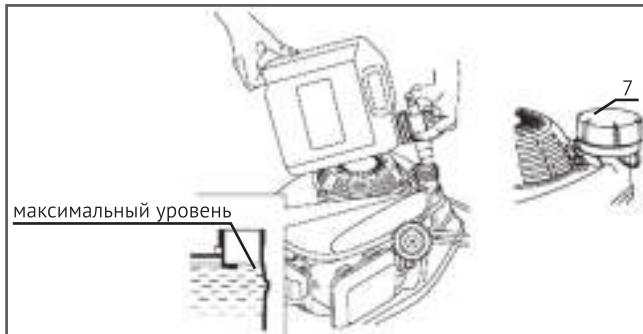

Рис.12
- Для заправки газонокосилки необходимо снять крышку заливной горловины (7) и залить топливо в бак, как показано на Рис. 12. Заливать топливо аккуратно, избегая переполнения и перелива. На горлышке заливной горловины не должно быть подтеков топлива. После залитки топлива, тщательно закрутить крышку бака. При переливании некоторого количества бензина, перед запуском мотора протереть насухо все подтеки топлива.